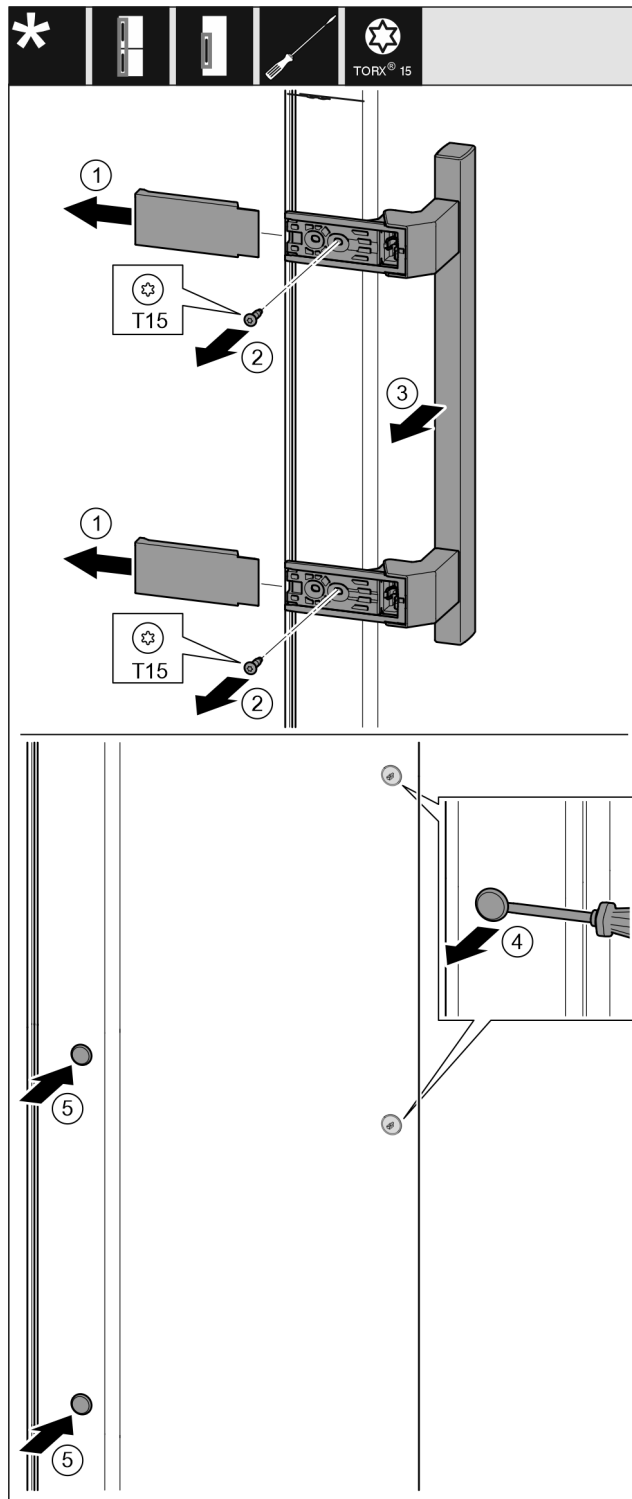

Fig. 17
- Rimuovere la copertura. Fig. 17 (1)
- Svitare le viti con il cacciavite T15. Fig. 17 (2)
- Rimuovere la maniglia. Fig. 17 (3)
- Con un cacciavite a testa a intaglio sollevare con cautela i tappi laterali ed estrarli. Fig. 17 (4)
- Inserire nuovamente i tappi sull'altro lato. Fig. 17 (5)